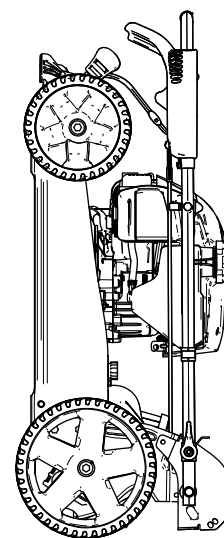

Figure 23
6. Levez l'avant de la machine par le guidon et amenez-la dans un lieu de remisage (Figure 23).